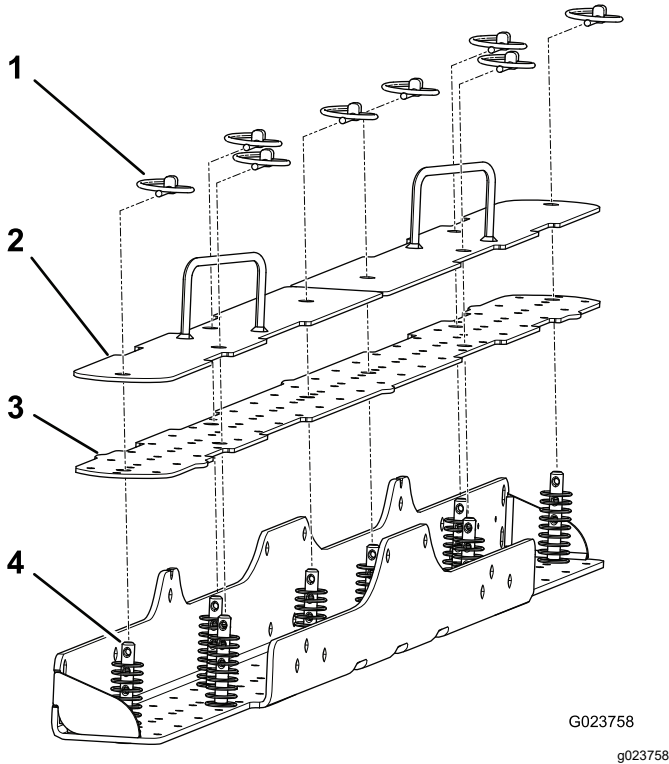

Figura 3
1. Retire las chavetas de los 8 pasadores que sujetan la placa de los clavos y las placas superiores a la placa inferior (Figura 3).